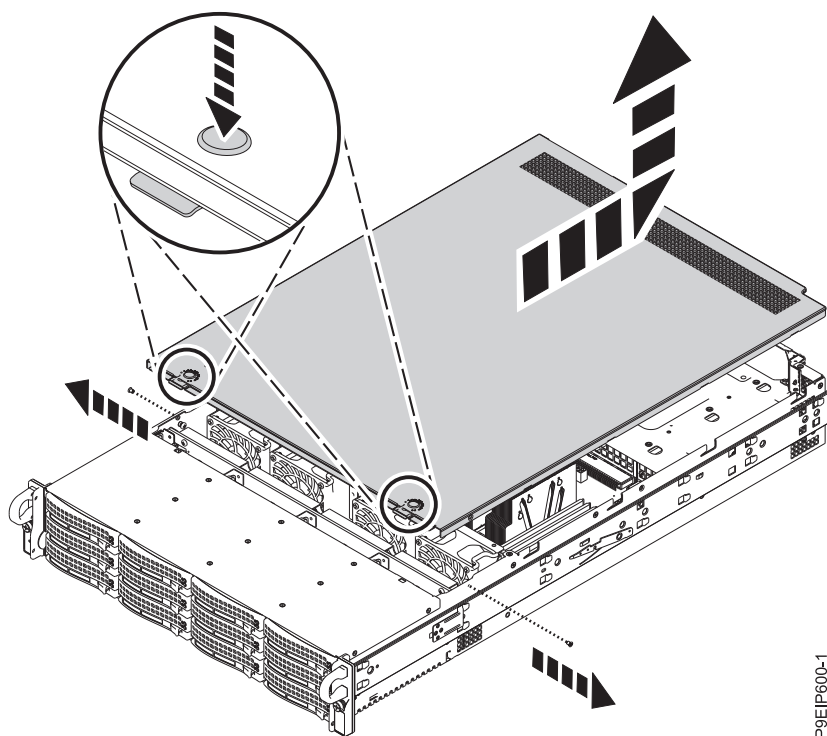

Figura 106. Liberando e abrindo a tampa
3. Pressione os dois botões na tampa superior para liberar as travas, conforme mostrado na Figura 106, e empurre a tampa de volta cerca de 0,5 pol. (1 cm) até que ela pare. Se os botões não forem pressionados para baixo facilmente, remova parcialmente as unidades diretamente sob os botões.